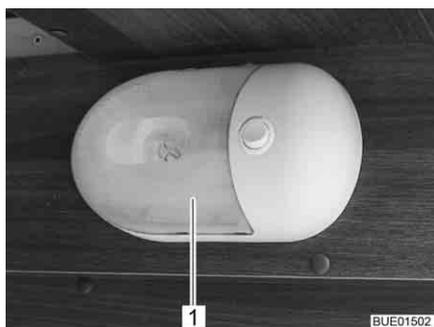

Bild 278 Aufbauleuchte
- Transparente Abdeckung (Bild 278,1) vorsichtig auf beiden Seiten zusammendrücken, leicht vom Schalter wegziehen und nach vorn abnehmen.